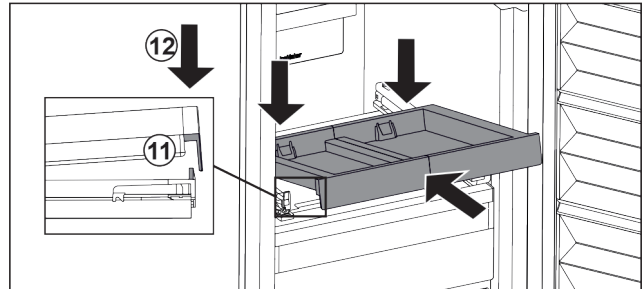

Fig. 22
- ▶ Вкарайте под ъгъл. Обърнете внимание на това, ограничителят и от двете страни да е зад езичето. Fig. 22 (11)
- ▶ Спуснете изтеглящата се дъска отпред. Fig. 22 (12)